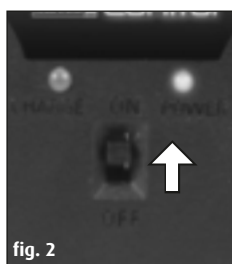

fig. 2
3. Tænd for fjernstyringen, Power-LED'en lyser rødt (fig. 2).